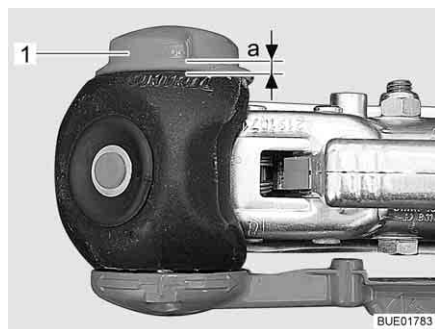

Bild 208 Verschleißkontrolle
- Handrad (Bild 208, 1) zudrehen, bis die Drehmomentbegrenzung hörbar und spürbar durchratscht. Drehrichtung: im Uhrzeigersinn.
- Abstand  $a > 0$  (Bild 208): Verschleiß innerhalb des zulässigen Bereiches.